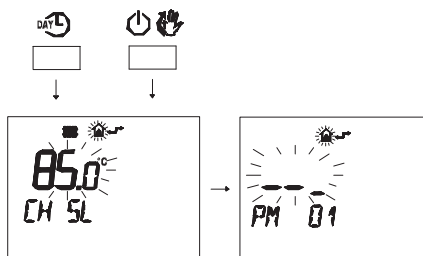

Figura 5.45
- Premendo il tasto 13 (Figura 5.25) si ottiene la conferma del valore inserito. Sul display appare per 3 sec. la scritta **"Ok"** (Figura 5.45), per poi visualizzare la lista dei parametri (Figura 5.28).
- Premere contemporaneamente i pulsanti **DAY** e **ON/OFF** per entrare nella programmazione trasparente (Figura 5.45).